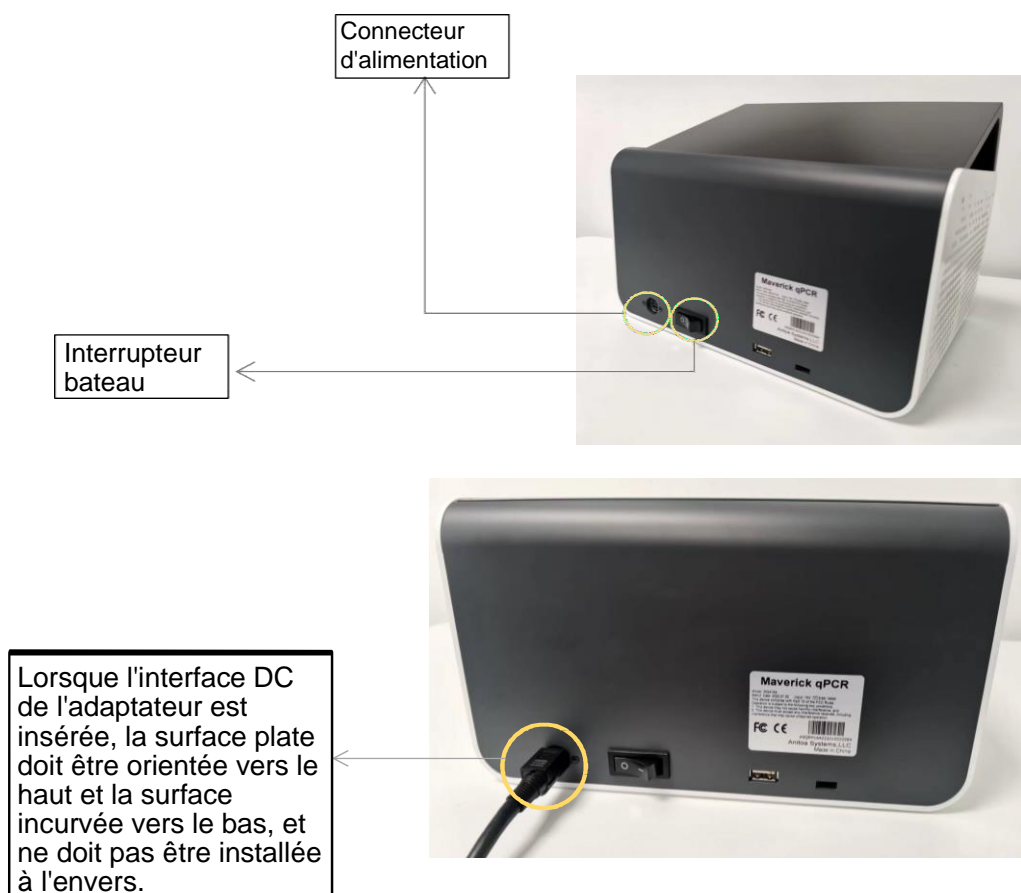

Figure 3-5-1 Arrière de l'instrument
- 1) Insérez le connecteur DC dans le connecteur d'alimentation de l'instrument et entendez le son de "clic" pour indiquer qu'il est bien inséré, comme indiqué dans la figure 3-5-1.